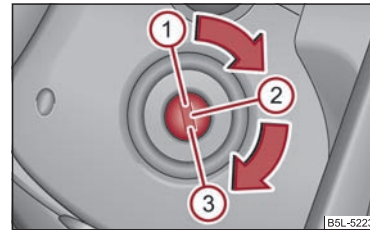

Fig. 106 Pozițiile cheii în contact
- Motorul se oprește prin rotirea cheii în contact în poziția  ⇒ pagina 107, fig. 106.